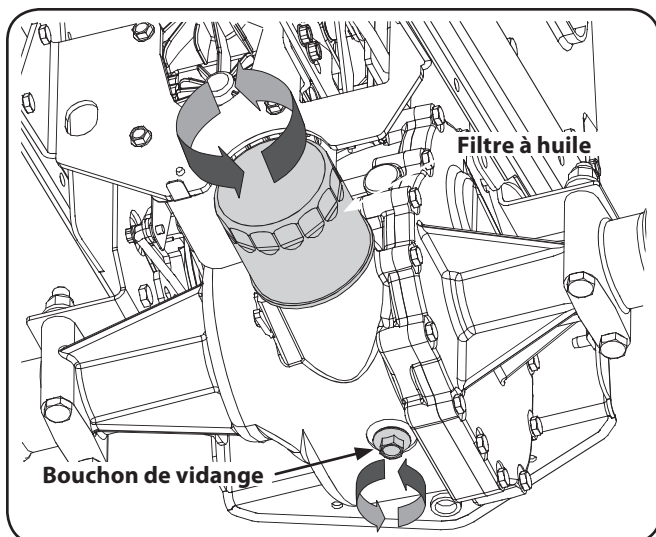

Figure 6-3
3. Retirez le bouchon de vidange et laissez l'huile se déverser dans un contenant propre ayant une capacité de plus de 6 litres. Remettez le bouchon de vidange. Voir la Fig. 6-3.